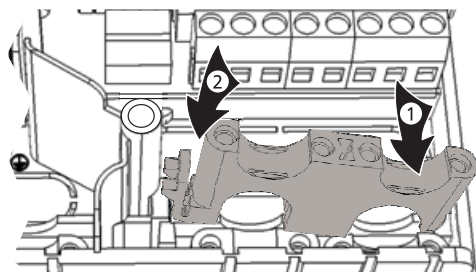

Fig. 4: Insertar el puente de plástico derecho
1. Insertar el puente de plástico derecho con la lengüeta de encaje ① (Fig. 4).
2. Apretar hacia abajo el otro lado del puente de plástico ②, hasta que encaje la grapa elástica.